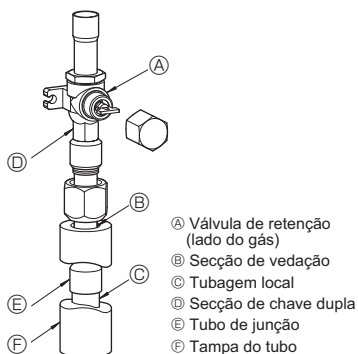

Fig. 4-3
- ③ Utilize o seguinte procedimento para ligar a tubagem do lado do gás. (Fig. 4-3)